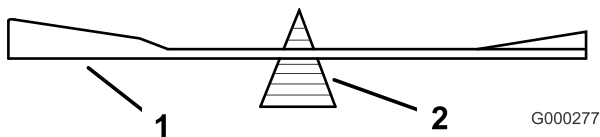
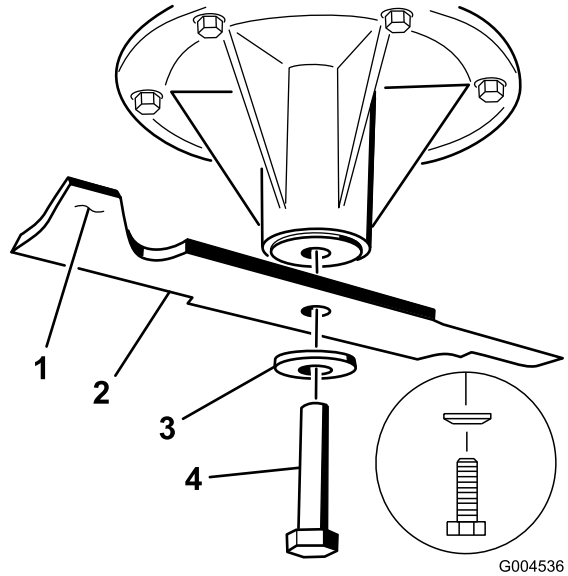

Figura 90
Figura 91
2. Retire del eje el perno de la cuchilla, la arandela curva y la cuchilla (Figura 91).
2. Verifique el equilibrio de la cuchilla colocándola sobre un equilibrador de cuchillas (Figura 90). Si la cuchilla se mantiene horizontal, está equilibrada y puede utilizarse. Si la cuchilla no está equilibrada, rebaje algo del metal en la parte de la vela solamente (Figura 91). Repita este procedimiento hasta que la cuchilla esté equilibrada.
1. Instale la cuchilla en el eje (Figura 91).
2. Instale la arandela curva y el perno de la cuchilla. El cono de la arandela curva debe estar orientado hacia la cabeza del perno (Figura 91). Apriete el perno de la cuchilla a 115–150 N m.